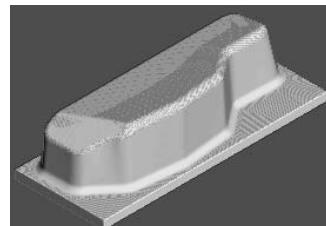

图 5-85 仿真加工结果 4
2) 在“仿真”工具栏的“当前刀具路径”下拉列表中选择要模拟的刀具路径 finish4，然后单击“执行”按钮，系统开始自动仿真加工，仿真加工结果如图 5-85 所示。